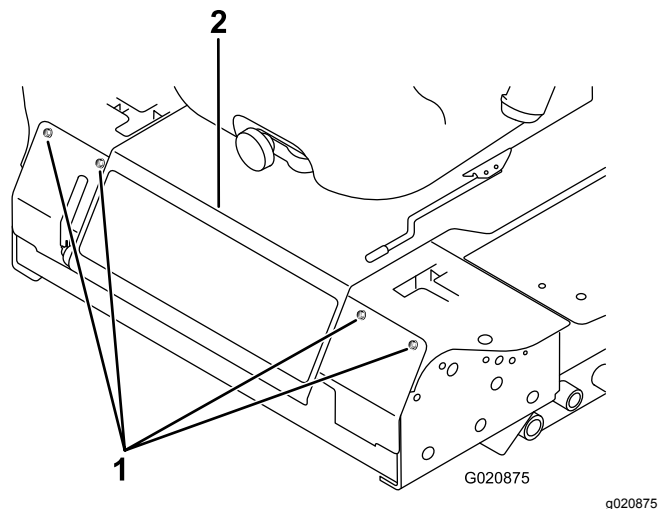

Figura 80
2. Togliete i bulloni che fissano il pannello anteriore, e rimuovete il pannello (Figura 80).